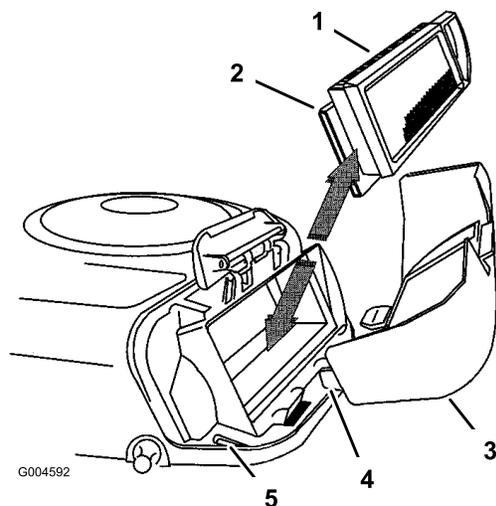

Figure 22
5. Sortez avec précaution les éléments en papier et en mousse du carter de ventilateur (Figure 22).
3. Accrochez la poignée sur le couvercle et appuyez dessus pour verrouiller le couvercle en place (Figure 22).